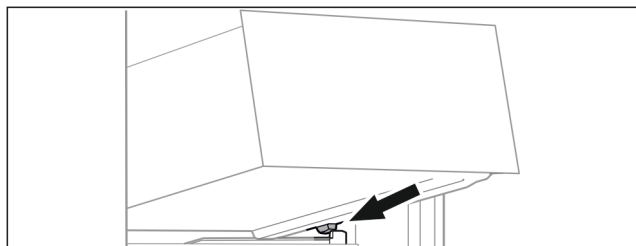

Fig. 15
- ▶ Așezați sertarul oblic în spatele opritoarelor pe nervura recipientului Fig. 15 ().